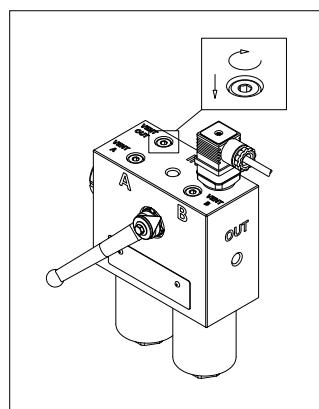

fig. 30
- (Fig. 30) Serrare immediatamente il tappo di sfiato